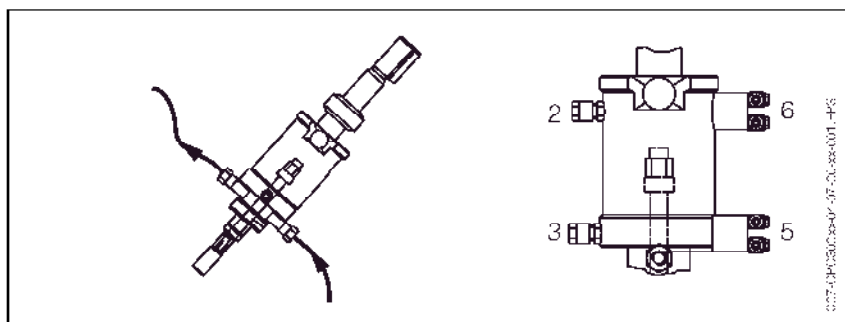

Fig. 5 : Sonde CleanFit CPA 47x
- Raccorder avec un flexible l'entrée de la chambre de rinçage "par en-dessous" et la sortie "par au-dessus" pour éviter que de l'air ne s'accumule dans la chambre de rinçage (voir fig. 5 gauche).
- position "Maintenance" en "6" (voir fig. 5 droite).